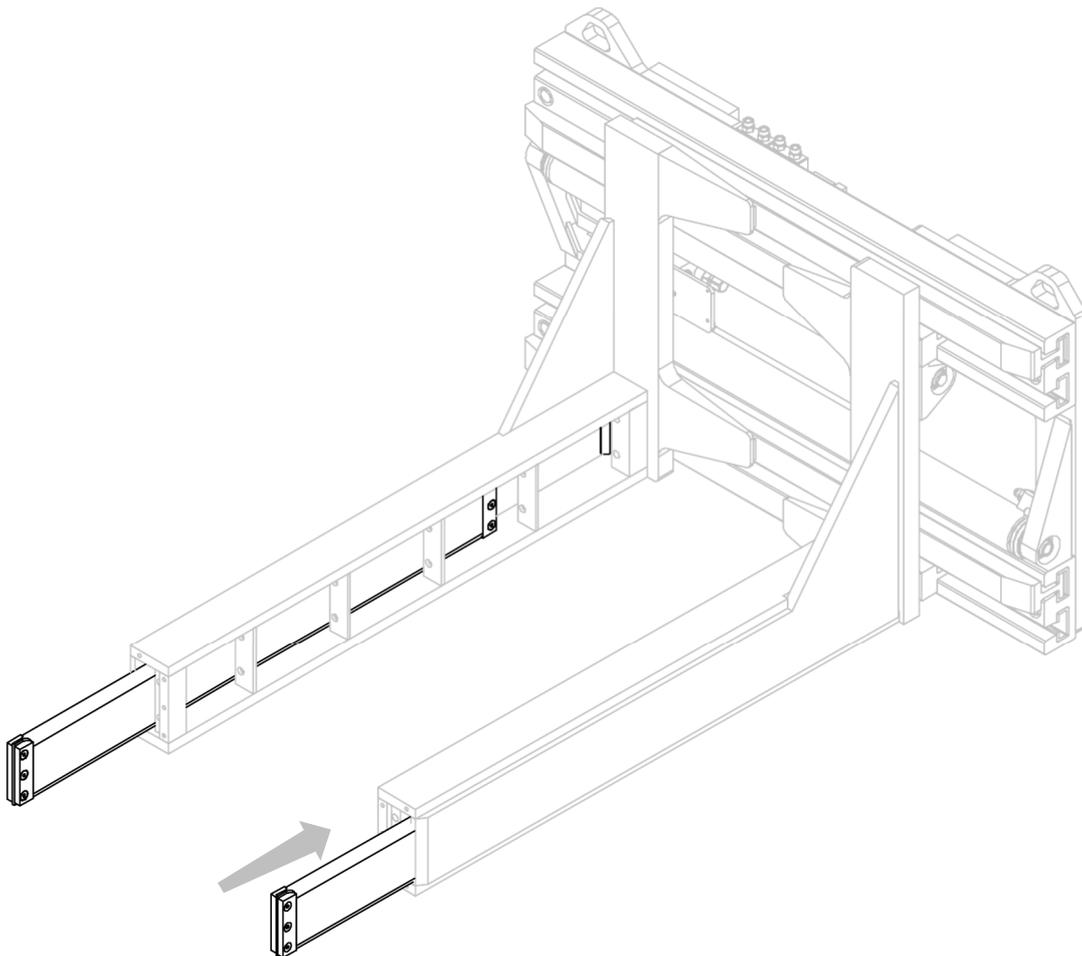

Figure 17
2. Placer les poumons en caoutchouc dans leurs logements en caoutchouc (voir *Figure 17*).